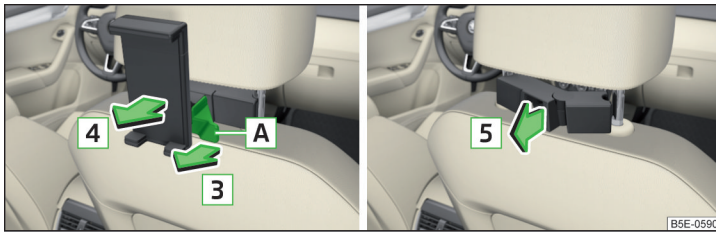

Fig. 106 Démontez le support / retirez l'adaptateur
- Appuyez sur la languette de sécurité **A** dans le sens de la flèche **3** » fig. 106.